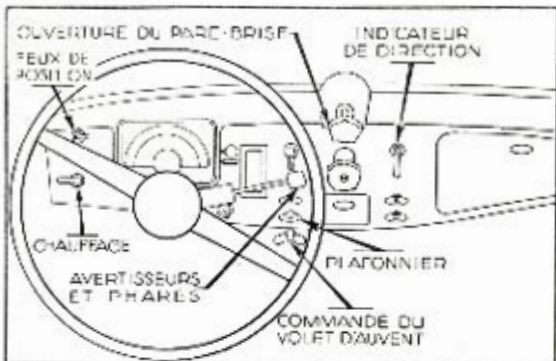

Fig. 11.
Suivant la température, vous pouvez ouvrir ou fermer l'admission d'air chaud dans la voiture en manœuvrant la manette de chauffage (fig. 11).
Pour allumer ou éteindre la lampe du plafonnier, tirez le bouton (fig. 11).
- Ouvrir le pare-brise en vissant le bouton de commande (fig. 11) ;